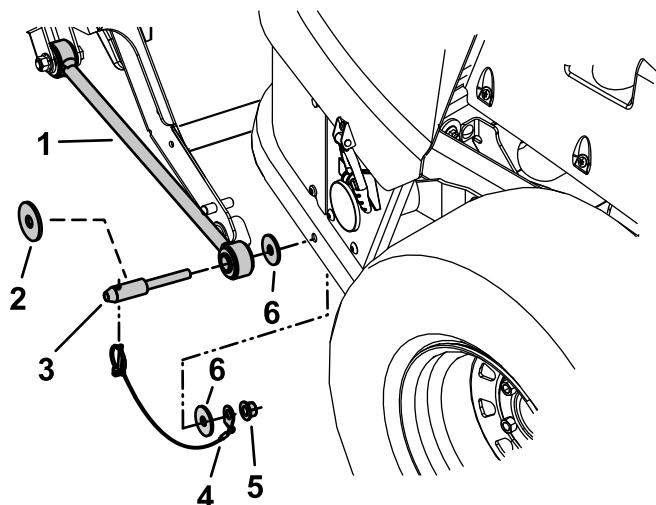

Figura 13
- Sujete una varilla de sujeción a cada lado del bastidor trasero con 2 pasadores, 2 arandelas planas, 4 arandelas de empuje, 2 cables y 2 contratuerzas ($\frac{1}{2}$ "), como se muestra en la Figura 13.